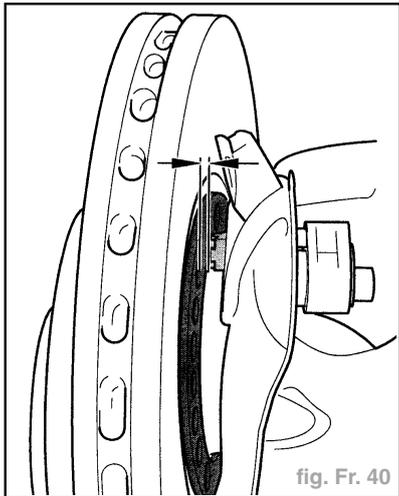

fig. Fr. 40
- Faire tourner le moyeu de roue et contrôler si l'écart est partout le même entre la roulette d'impulsions et le capteur de régime (tolérance de la voilure axiale). Vérifier également le jeu du roulement de roue (fig. Fr. 40) :